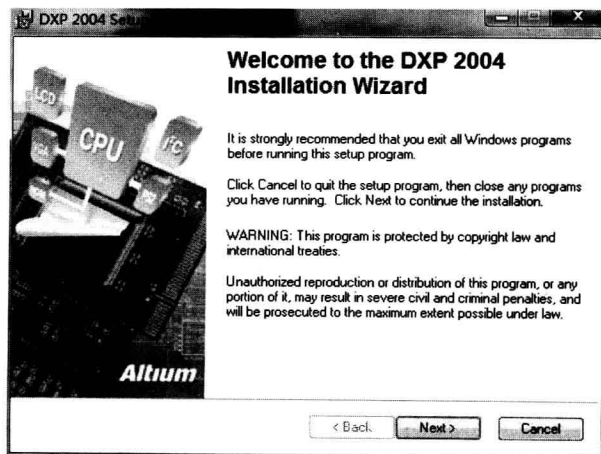

图 1.1 安装向导
- ① 运行安装盘中的 Setup 应用程序,弹出如图 1.1 所示的安装向导窗口。